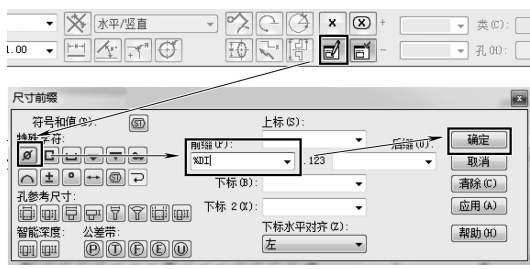

图 9-83 “尺寸前缀”窗口
(8) 但并没有看到直径 Φ 的标志。单击 【选择-启用前缀】按钮和 【选择-前缀】按钮，弹出如图 9-83 所示的【尺寸前缀】窗口，在【尺寸前缀】中的【前缀】中添加【特殊字符】 Φ ，单击【确定】按钮。